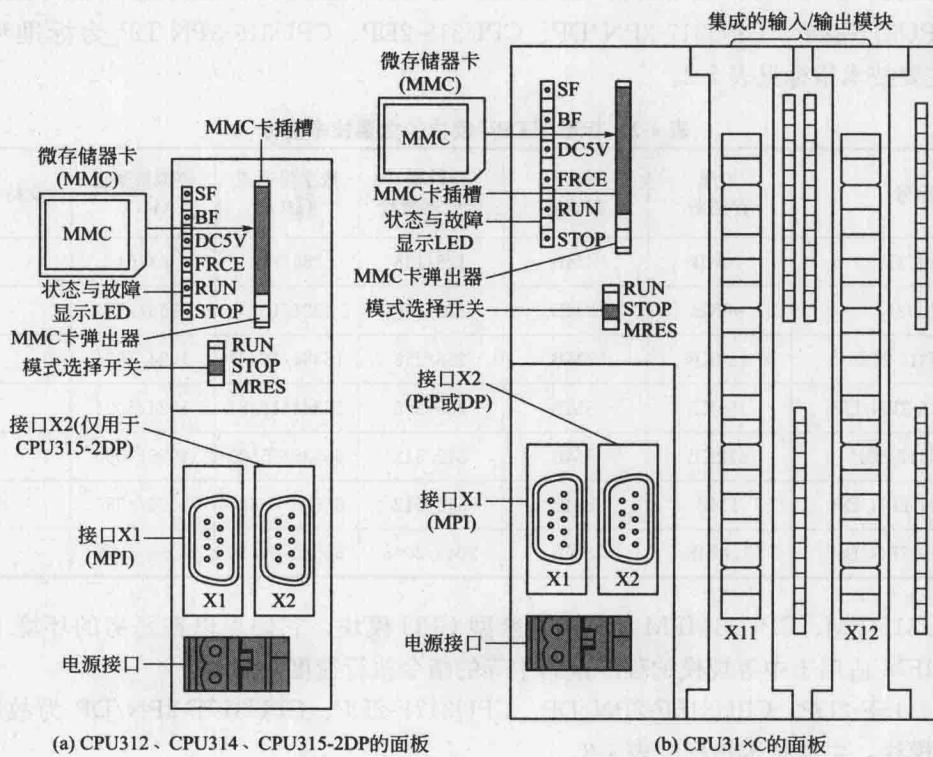

图 1-7 S7-300 的 CPU 模块面板图
S7-300 的 CPU 模块内的元件封装在一个牢固而紧凑的塑料机壳内，面板上有状态和故障指示 LED、模式选择开关和通信接口等，CPU 模块面板如图 1-7 所示。存储器卡插座可以插入多达数兆字节 (MB) 的 Flash EPROM 微存储器卡（简称 MMC），用于掉电后程序和数据的保存。